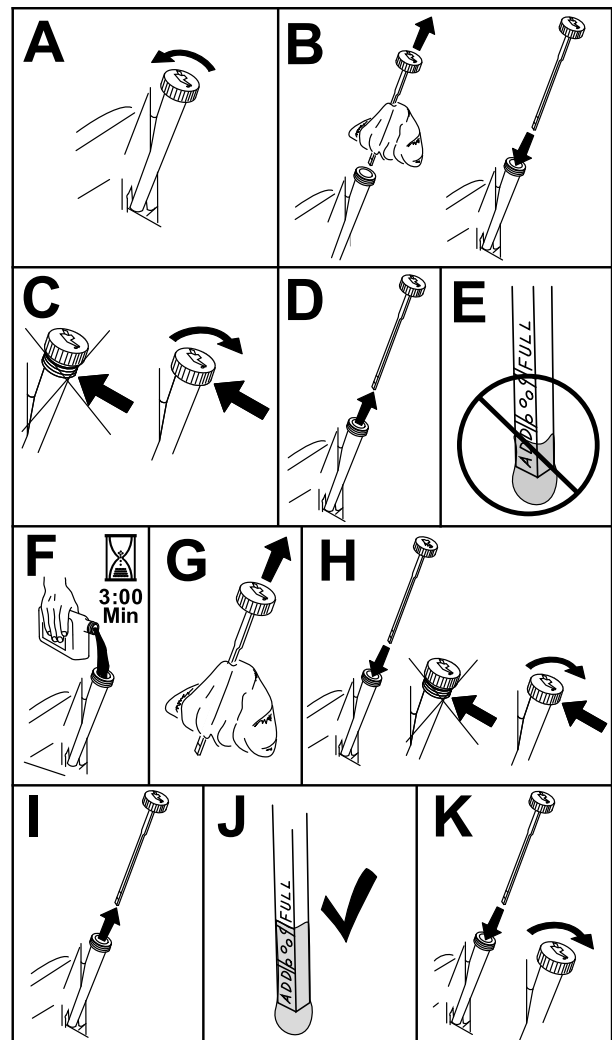

Bild 43
3. Reinigen Sie den Bereich um den Ölfüllstuzendeckel bzw. den Peilstab vor dem Abnehmen, damit kein Schmutz oder Schnittgut usw. in den Motor gelangt (Bild 43).